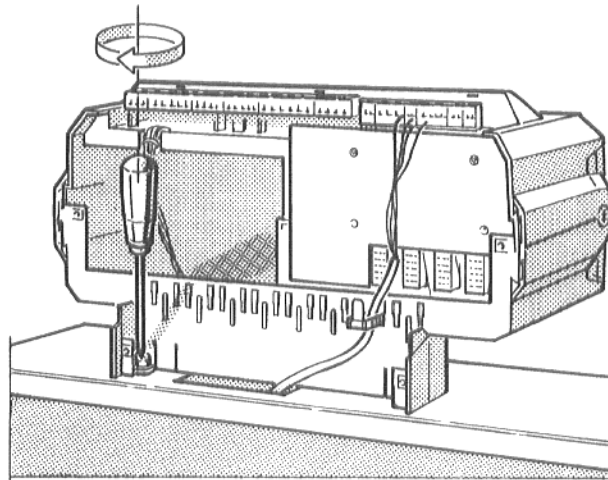

Рис. 8. Закрепить регулятор
- Закрепить регулятор на колпаке котла, двумя винтами, в задних угольниках кабельного ввода (рис. 8).